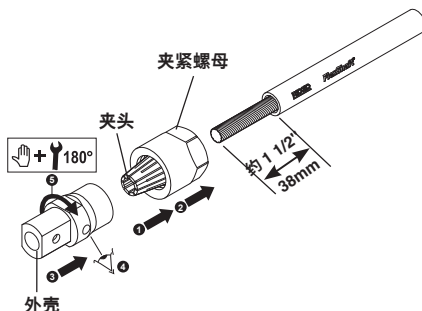

图 20 - 将钢索连接到维修接头
8. 将钢索穿过夹紧螺母和夹头组件 (见图 20)。
9. 将钢索头完全插入，顶住外壳 ❸ 中的挡块，用手将夹紧螺母拧紧到外壳 ❹ 上。
11. 使用 1" 和 13/16" 扳手 ❺ 将夹紧螺母再拧紧 1/2 圈。确认钢索已牢牢固定在维修接头内。